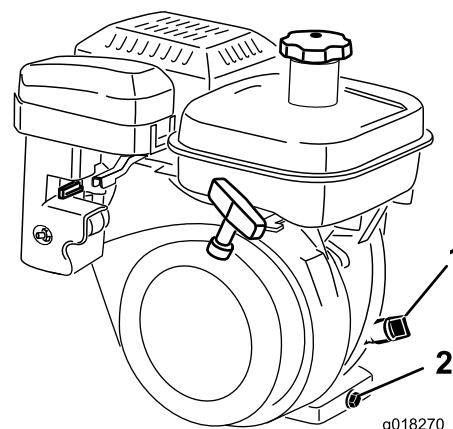

図 30
2. エンジンが水平になるように駐車し、オイルゲージの周囲をきれいに拭く図 30。
3. ゲージを左に回して抜きとる図 30。
4. ゲージをウェスできれいに拭き、もう一度差し込む。ゲージはねじ込まずに差し込む。ディップスティックをもう一度抜きとって、オイルの量を点検する。量が不足している場合には、ゲージの読みが H と L の間になるまで、必要量だけオイルを補給する図 30。油量を確認する。入れすぎないこと。
2. 機体下にあるドレンプラグの下に廃油受けを置く図 30。ドレンプラグをゆるめる。